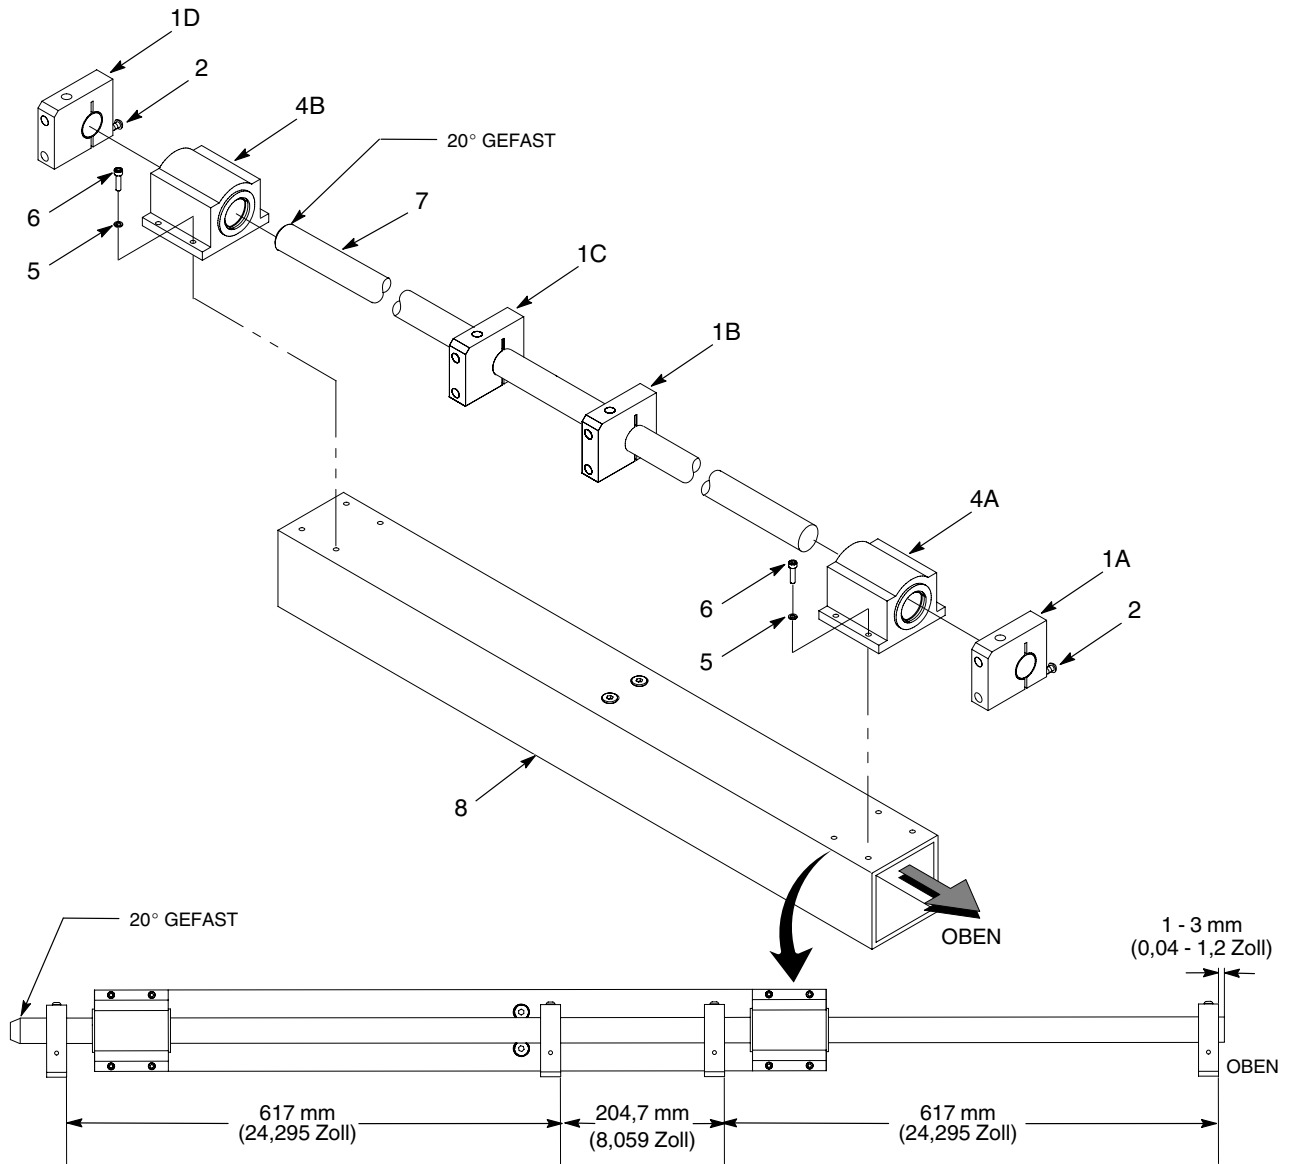

Abb. 17 Lager ersetzen
1. Siehe Abbildung 17. Die Schrauben (2) lösen, mit denen die zwei Wellenendaufnahmen (1A, 1D) befestigt sind. Die zwei Wellenendaufnahmen entfernen.
2. Die Schrauben (6) und Sicherungsringe (5) abnehmen, mit denen die Lager (4A, 4B) am Halterohr des Lagers (8) befestigt sind. Die Lager von der Welle (7) abnehmen.
3. Die letzten beiden Wellenaufnahmen (1B, 1C) von der Welle (7) abnehmen.
4. Die neuen Lager (4A, 4B) mit den Sicherungsringen (5) und Schrauben (6) am Halterohr für die neuen Lager (8) installieren. Die Schrauben jetzt noch nicht anziehen.
- a. Das 20° gefaste Ende der Welle (7) durch das obere Lager (4A) führen.
- b. Zwei Wellenaufnahmen (1B, 1C) vom 20° gefasteten Ende der Welle (7) her auf die Welle (7) schieben.
- c. Die Welle durch das untere Lager (4B) führen. Die Lagerschrauben (6) mit 6 N•m (4,4 ft-lb) festziehen.